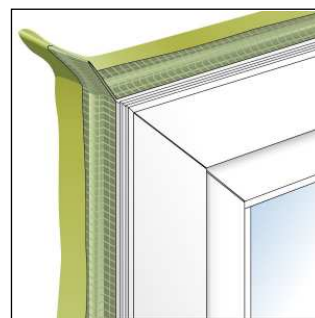

Рис.2 Соедините концы ленты на углах.
2. Согните ленту наружной стороной. Соедините самоклеящиеся полосы в угловых элементах. Рис.2